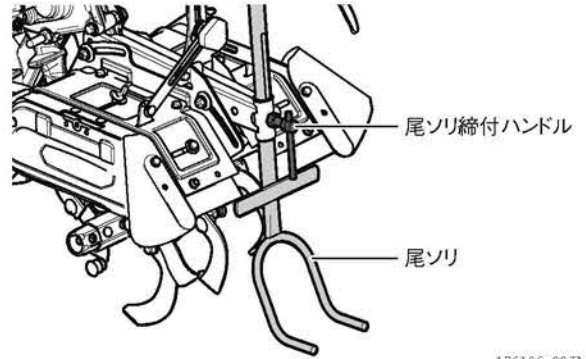

図 3-14 耕深の調整のしかた
1. 尾ソリ締付ハンドルをゆるめます。(図 3-14)
3. 尾ソリ締付ハンドルで固定します。(図 3-14)